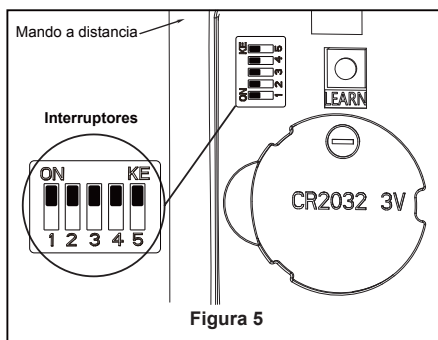

Figura 5
4. Una vez realizadas las conexiones, los cables deben ser colocados de forma extendida poniendo el conductor de la toma de tierra y el conductor de toma de tierra del equipo a un lado de la caja, colocando el conductor sin toma de tierra en el otro lado de la caja, luego gire los conductores hacia arriba y, con cuidado, colóquelos dentro de la caja de salida; con los conductores blancos y verdes hacia un lado y los conductores negros hacia el otro. (Figura 5)
- ☐ 5. Instale la unidad de luz LED en la unidad del carcasa de interruptor mediante los dos chaveteros. Vuelva a colocar el los tornillo extraídos y apriete todos los tornillos. (Figura 5)
- ☐ 5. Para configurar el código del mando a distancia a las mismas posiciones que en el receptor. Mueva los interruptores de código hasta colocar el código de selección en la posición arriba o abajo. Con un destornillador pequeño o con una lapicera (no se incluye) deslice firmemente hacia arriba o hacia abajo. (Figura 5)